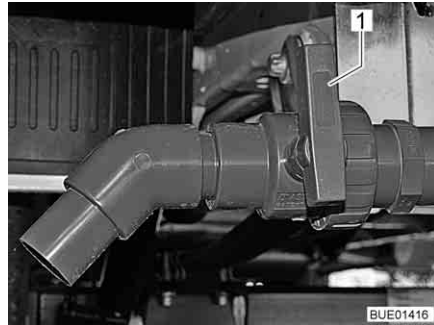

Bild 228 Ablasshahn (Viseo)
- Griff (Bild 228,1) des Ablasshahns in Fließrichtung drehen.